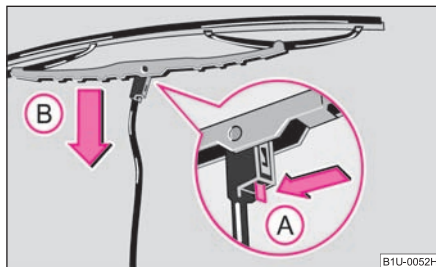

Fig. 56 Lamela ștergătorului de parbriz
- Apăsați arcul de siguranță în sensul săgeții (A) și apăsați concomitent lamela spre parbriz (B) - atenție! pericol de spargere a parbrizului. ⇒ fig. 56 ⇒ !.